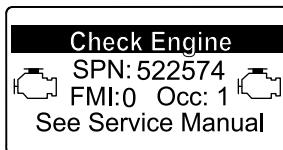

Figure 50
- Avertissement moteur SPN 522574, FMI : 0 (Figure 50)